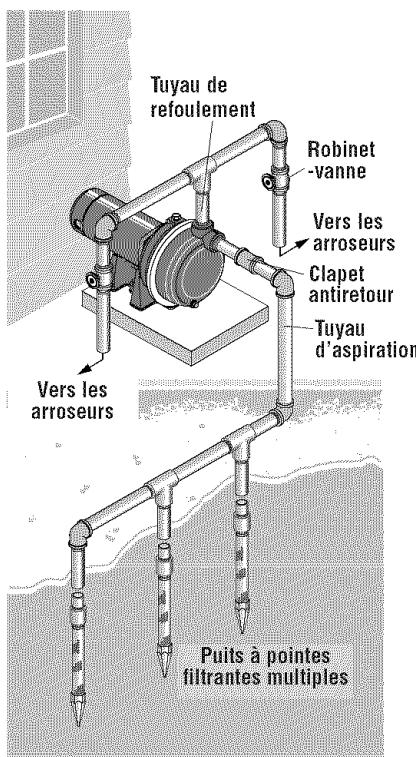

Figure 2: Installation de puisage par point mené, points de puits multiples
- 1 ° Relier le tuyau d'aspiration au point d' entraînement (Fig. 2). Prévoir une longueur de tuyau horizontale aussi courte que possible. Utiliser de la bande téflon sur les filets de tuyau mâles. Il faut sans doute puiser à partir de points de puits multiples pour alimenter suffisamment la pompe en eau.